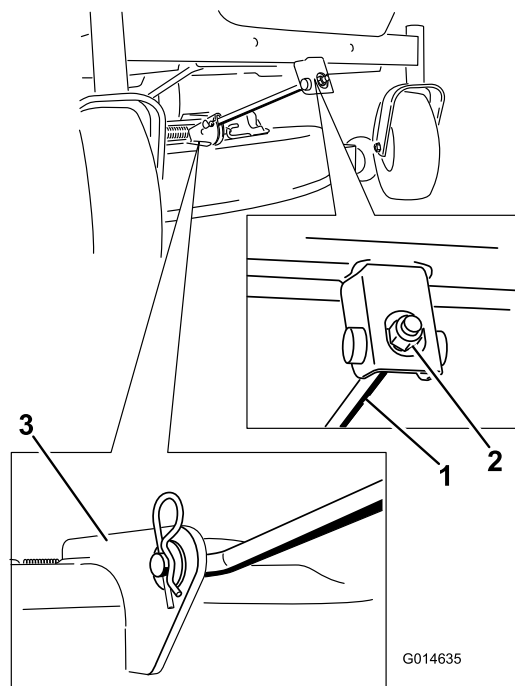

Figura 64
4. Retire la chaveta de la varilla de soporte delantera y retire la varilla del soporte de la carcasa (Figura 64).
8. Conecte la varilla de soporte delantera a la carcasa de corte con el pasador y la chaveta (Figura 64).